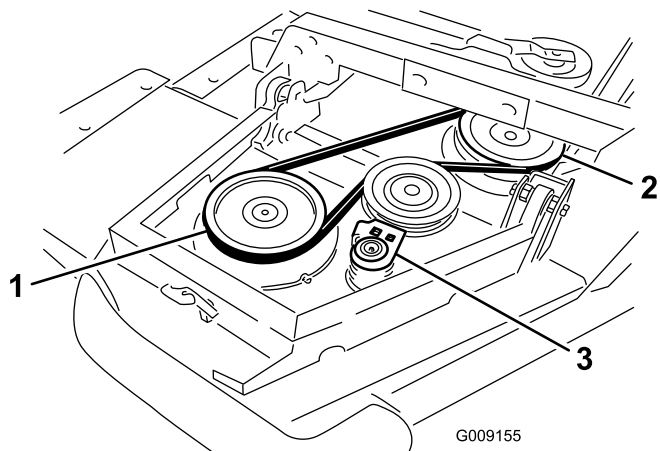

Figura 5
- A. Iniziate disponendo la cinghia attorno alla puleggia del fusello dell'ala e alla puleggia del fusello del piatto anteriore (Figura 5).
tendicinghia lontano dalle pulegge (Figura 5).